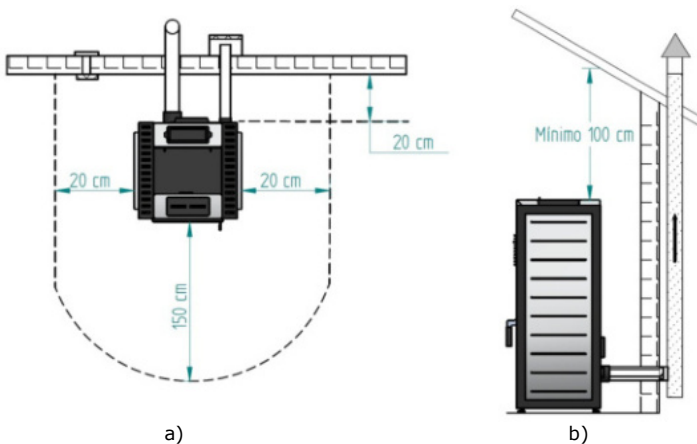

Figura 15 - Distancias mínimas de todas las superficies: a) vista superior de la instalación del equipo; b) vista lateral de la instalación del equipo
En la Figura 15 se representan las distancias mínimas de la estufa de *pellets* a las superficies que son especialmente inflamables.
- Según se indica en la Figura 15, el conducto de extracción se debe realizar de modo que la limpieza y el mantenimiento estén asegurados mediante puntos de inspección.